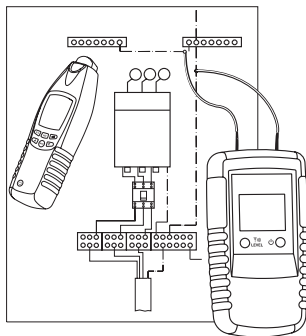

Figura 13
- Conecte el transmisor al sistema de acuerdo con la figura 13. Ahora, puede rastrear el conductor neutro presente en el sistema.